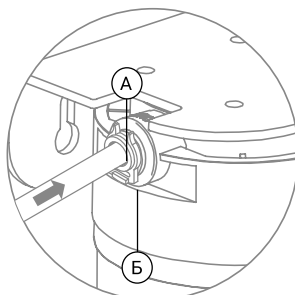

Рис. 4
2. Вставьте трубку в фитинг на вход (IN) в фильтр через цанговое кольцо (Б) и стопорную клипсу (А) до упора (рис. 4). Для герметизации соединения, приложите дополнительное усилие, при этом трубка утопится еще примерно на 3 мм и будет плотно обжата резиновым кольцом фитинга. Аналогичным способом подключите трубку